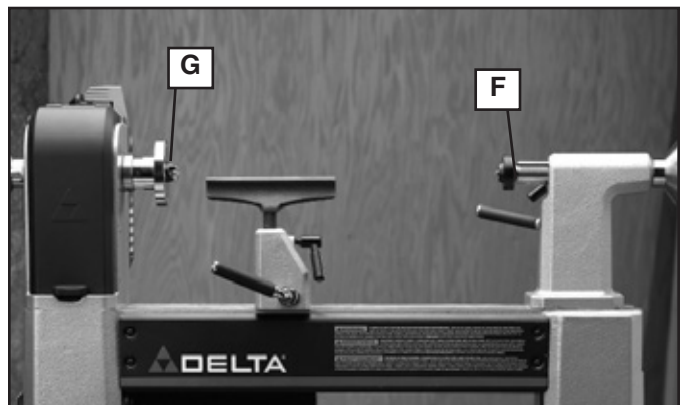

Fig. 5
**⚠ ADVERTENCIA:** Para reducir el riesgo de lesiones, asegúrese de que el cono en el centro de dientes rectos (G) esté limpio antes de montarlo en el eje del cabezal.
El centro de dientes rectos (G) Fig. 5 y el centro giratorio (F) pueden usarse a la vez (tal como se muestra en la Fig. 5) para torñar piezas de trabajo de hasta 419 mm (16-1/2 pulg.) de largo.